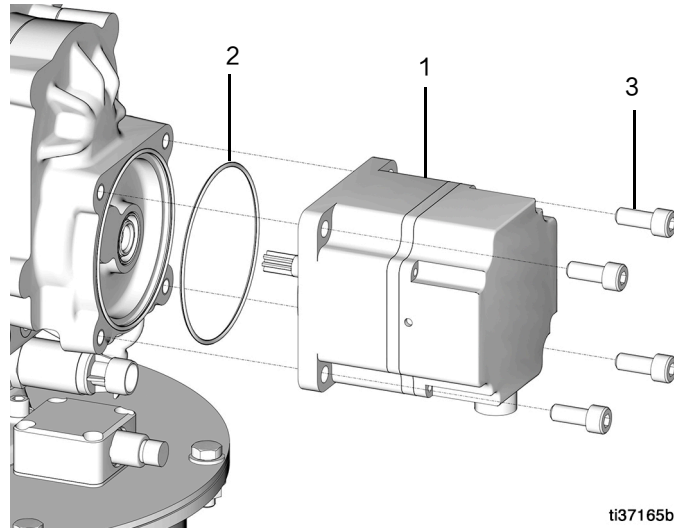

图 72
32. 放置 O 形圈 (2), 然后使用四个螺栓 (3) 将马达 (1) 安装到泵上 (拧紧, 直至力矩达到 11 英尺-磅/14.9 牛·米) (图 72)。